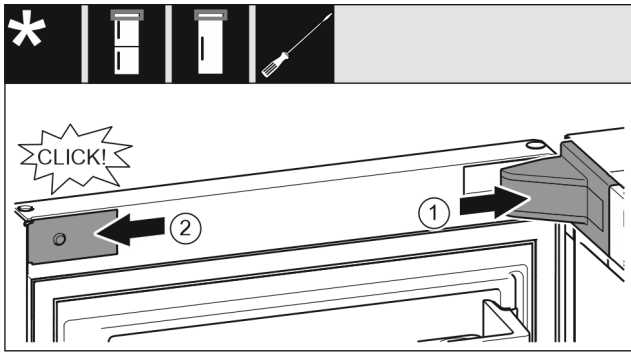

Fig. 25
- ▶ Lagerbokafdekking Fig. 25 (1) plaatsen en vastklikken, evt. voorzichtig uit elkaar drukken.
- ▶ Panelen Fig. 25 (2) aan de zijkanten plaatsen en vastklikken.